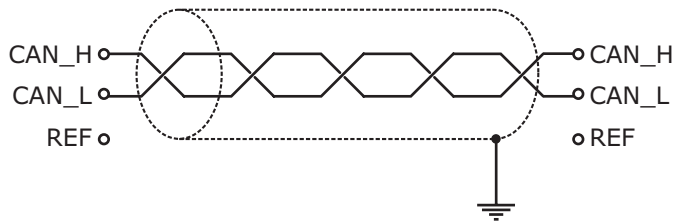

Figura 1.1.3
- per collegamenti estesi (tratte > 100m) è necessario far riferimento ad un altro tipo di connessione, mostrato in Figura 1.1.3.